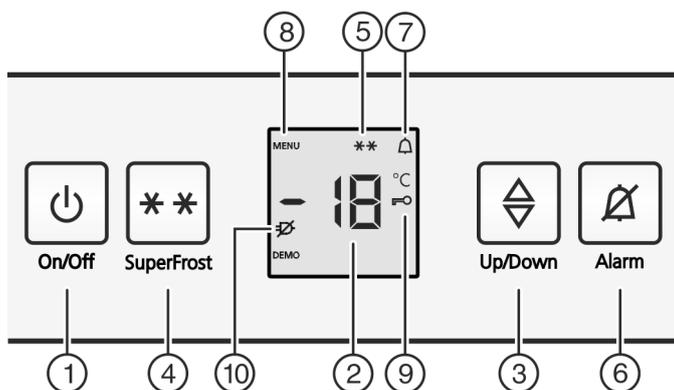

Fig. 2
- Das Symbol SuperFrost Fig. 2 (5) blinkt zusammen mit der Temperaturanzeige.*
- ▶ Taste On/Off Fig. 2 (1) drücken.
- ▶ Einstellmodus aktivieren: Taste SuperFrost Fig. 2 (4) ca. 5 Sekunden drücken.
- ▷ In der Anzeige wird das Symbol Menu Fig. 2 (8) angezeigt.
- ▶ Mit der Taste SuperFrost Fig. 2 (4) kurz bestätigen.
- ▷ Das Symbol Kindersicherung Fig. 2 (9) leuchtet in der Anzeige.
- ▶ Die Taste On/Off Fig. 2 (1) kurz drücken.
- ▷ In der Anzeige wird das Symbol Menu *Fig. 2 (8)* angezeigt.
- ▶ Mit der Taste SuperFrost *Fig. 2 (4)* kurz bestätigen.
- ▷ Das Symbol Kindersicherung *Fig. 2 (9)* erlischt.
- ▶ Die Taste On/Off *Fig. 2 (1)* kurz drücken.
- ▶ Taste Alarm *Fig. 2 (6)* drücken.
Gleichzeitig blinkt die Temperaturanzeige und das Symbol Alarm *Fig. 2 (7)*.
Der Tonwarner verstummt automatisch, das Symbol Alarm *Fig. 2 (7)* geht aus und die Temperaturanzeige hört auf zu blinken, wenn die Temperatur wieder ausreichend kalt ist.